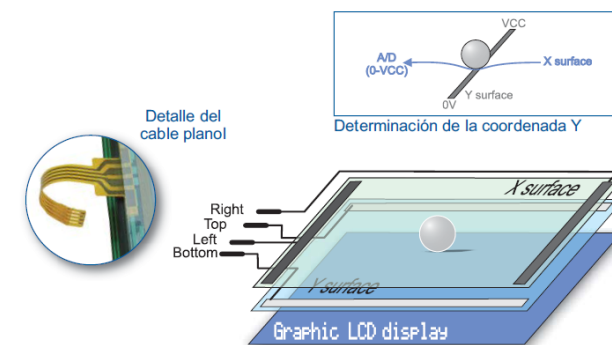

Figura 1. Estructura interna del panel táctil
2. Se tiene una pantalla táctil resistiva de cuatro terminales como se muestra en la figura 1 y se conecta como se muestra en la figura 2 de tal manera que, la terminal drive A se conecta en pin\_C1, la terminal drive B se conecta en pin\_C2, la terminal read X se conecta en AN0 y la terminal read Y se conecta en AN5. El modo de lectura es el siguiente: